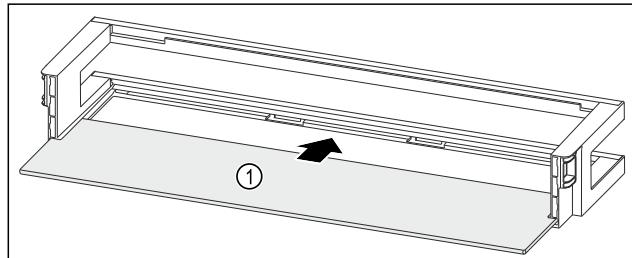

Fig. 97 Balconnet de contre-porte avec tablette de rangement
- ▶ Insérer la tablette de rangement Fig. 97 (1) dans les évidements latéraux.